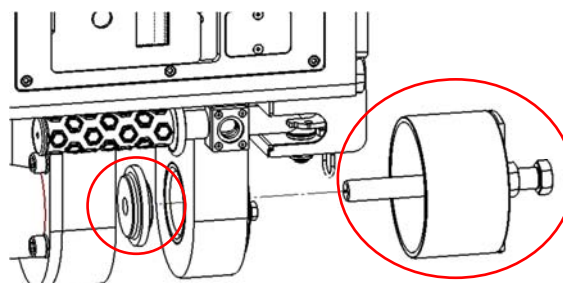

Figura 14 – Extractor casquillos
2. Para desmontar el casquillo frontal es necesario quitar los 3 tornillos que lo fijan (Figura 9) y extraer el casquillo del orificio de la horquilla mediante el útil que se entrega junto al equipo para facilitar la extracción de los casquillos (Figura 14 – Extractor casquillos).